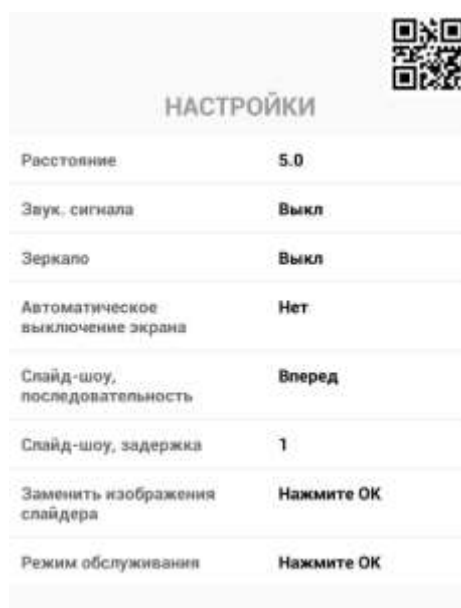

Рисунок 17. Настройки программы.
2.3.5 Настройки программы (см. рисунок 17) позволяют установить следующие настройки: